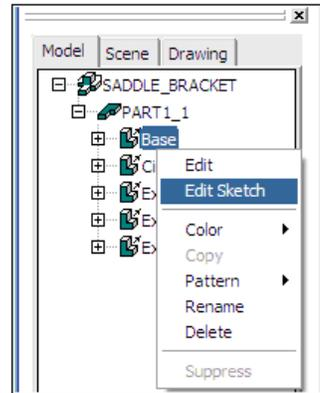

Figura 107
29. En la ventana *Desktop Browser* seleccionamos el icono Base dando un clic sobre él con el botón izquierdo del mouse, de el cuadro de dialogo que aparece seleccionamos la opción *Edit Sketch*, como se muestra en la *figura 107*.